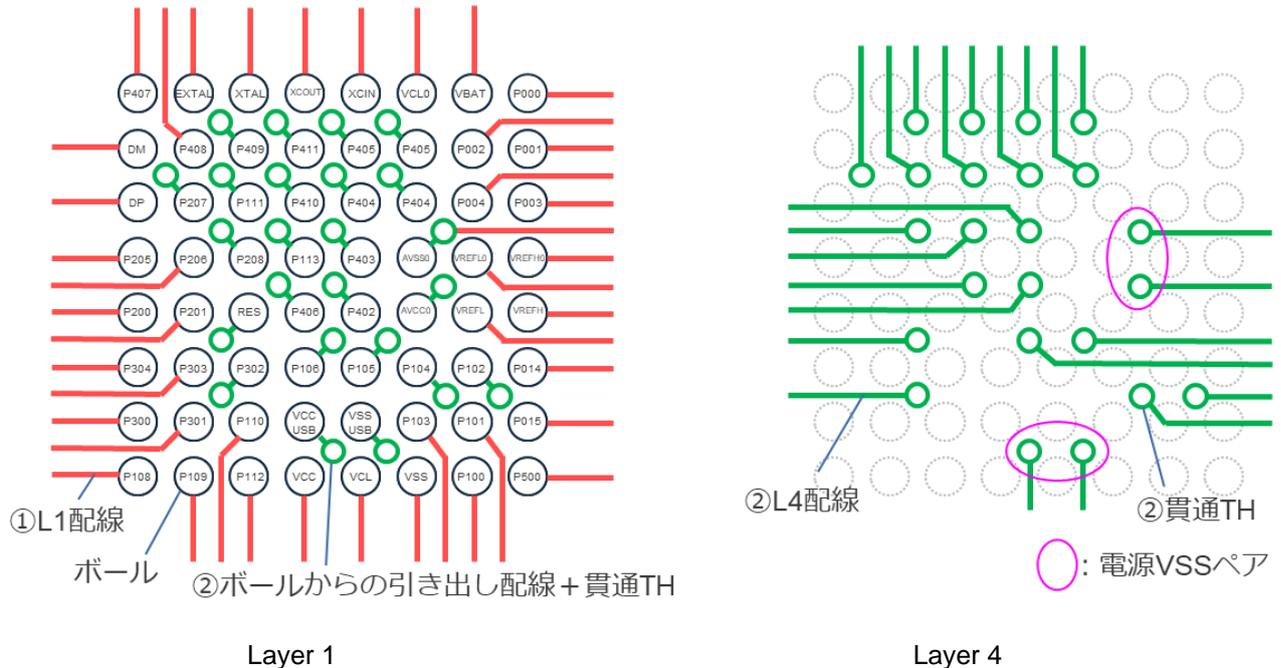
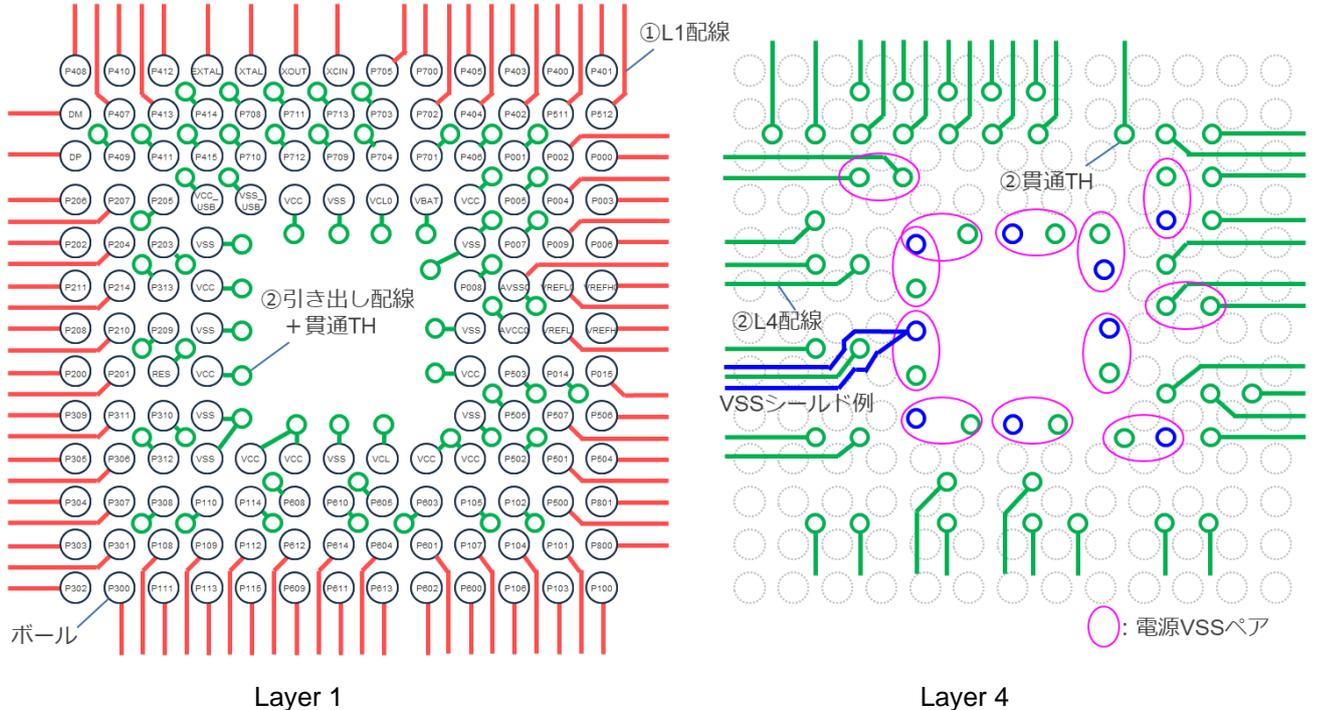

図 18. 64 (8×8) BGA フルグリッドの Layer 1 と Layer 4 の引き出し配線例 (平面図)
図 19. 144 (13×13) BGA 外周 4Row の Layer 1 と Layer 4 の引き出し配線例 (平面図)
3.4 項の基本的な基板配線の思想と 3.5 項の基板設計推奨ルールに従い、部品配置（未図示）も考慮した貫通 TH 位置と Layer 1, Layer 4 の配線引き出し例を図 18（RA6Mx/64BGA 例）、図 19（RA6Mx/144BGA 例）に示す。電源は、必要数のパコンをボール直近の Layer 4 に実装できるように VSS とペア隣接となるよう貫通 TH 配置を検討することを推奨する。図中のマゼンダ色丸が電源と VSS の貫通 TH のペアの例である。